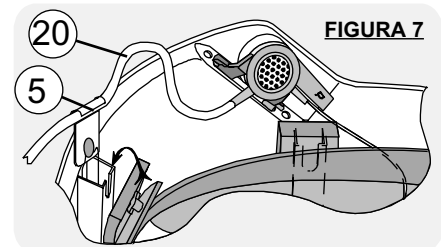

FIGURA 7
Deslizar suavemente el cable por el interior de la ranura del soporte de seguridad del cable (5) dejando un poco de cable (20) como se indica en la figura 7.